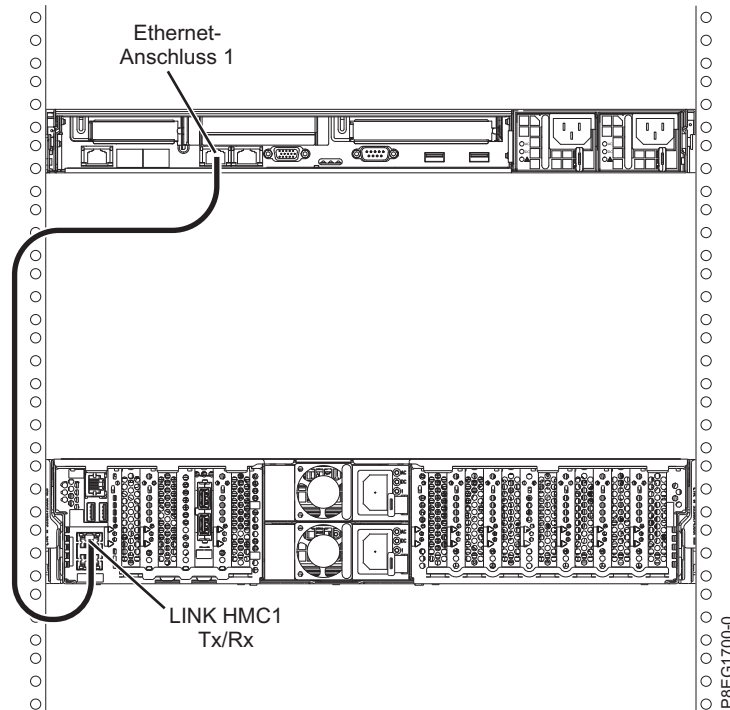

Abbildung 39. HMC an das verwaltete System anschließen
1. Wenn Sie Ihre HMC direkt an das verwaltete System anschließen möchten, schließen Sie den **Ethernet-Anschluss 1** der HMC an den Anschluss **HMC1** des verwalteten Systems an. Siehe Abb. 39 auf Seite 49.